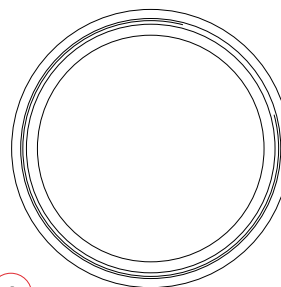

Fig.2
2. Dévisser complètement la couronne MCD (2) dans le sens anti-horaire. Positionner la couronne MCD (2) à la gauche du boîtier (figure 2), elle servira de support au fond du boîtier.